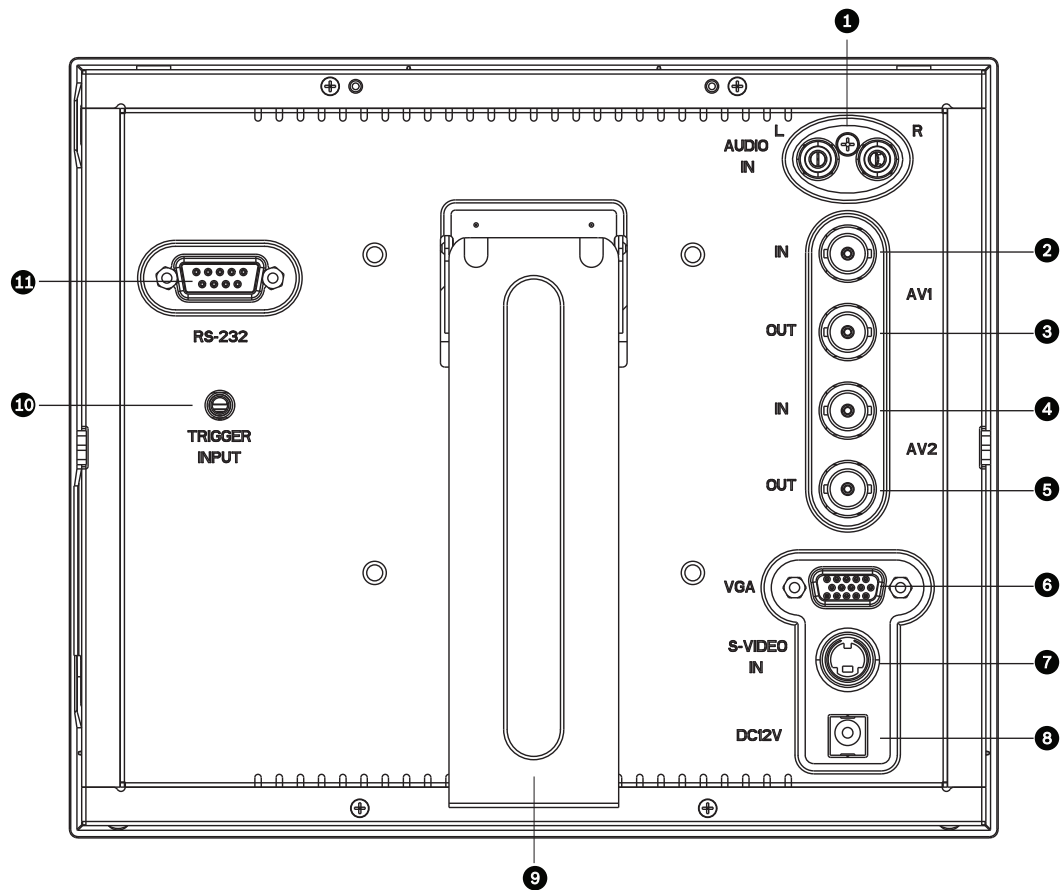
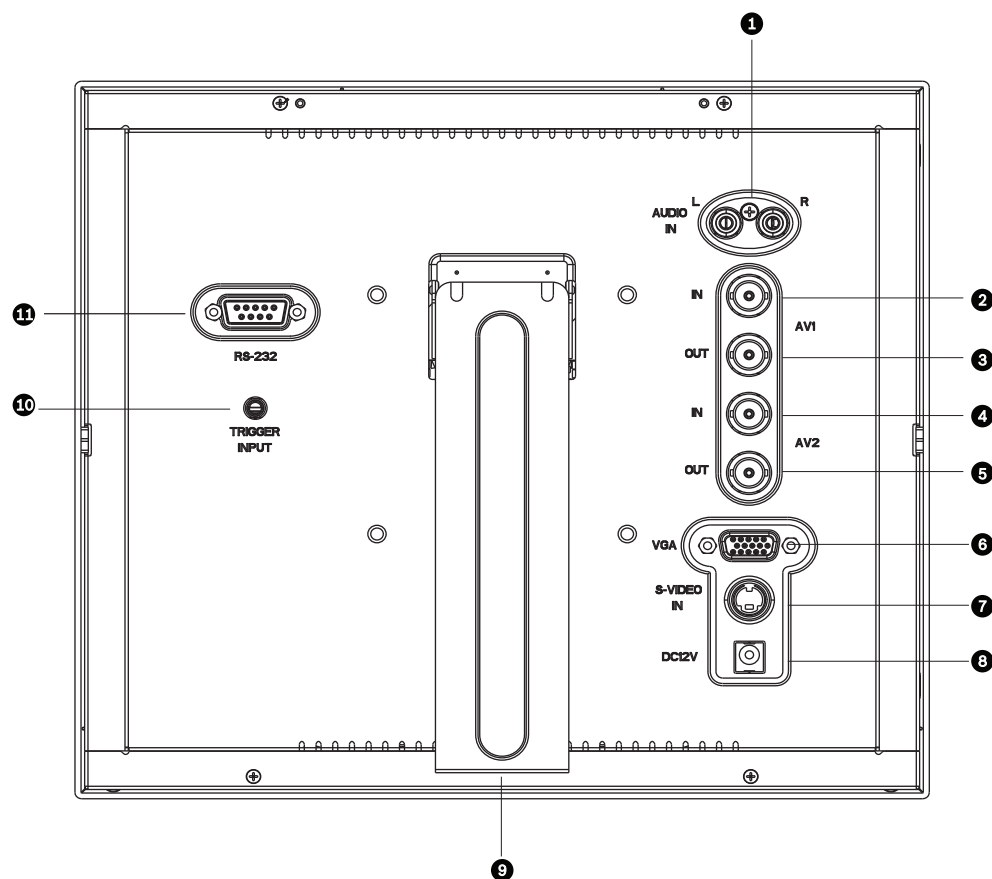

Figura 3.2 Panel posterior (UML-080-90, UML-082-90)
Figura 3.3 Panel posterior (UML100-90, UML102-90)
Hay dos (2) conectores BNC ubicados en el panel lateral posterior del monitor para entradas de vídeo compuesto y dos (2) conectores BNC para salidas de vídeo compuesto (consulte la *Figura 3.2* y la *Figura 3.3*).
Hay un (1) conector tipo mini-DIN para la entrada de S-Vídeo (L/C) (consulte la *Figura 3.2* y la *Figura 3.3*) en el panel lateral posterior.